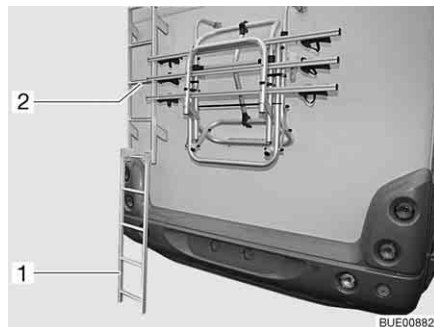

Fig. 1 Escada traseira
- Suspenda a parte inferior da escada (Fig. 1,1) na parte da escada (Fig. 1,2), que está fixada na traseira e coloque-a sobre o solo.